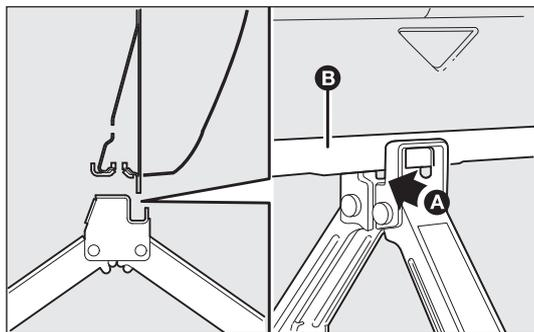

fig. 137
- ❑ actionner le cric en utilisant le bouton de façon à le dé tendre jusqu'à ce que la rainure A-fig. 137 du cric s'introduise correctement sur le profil inférieur B obtenu sur le longeron ;